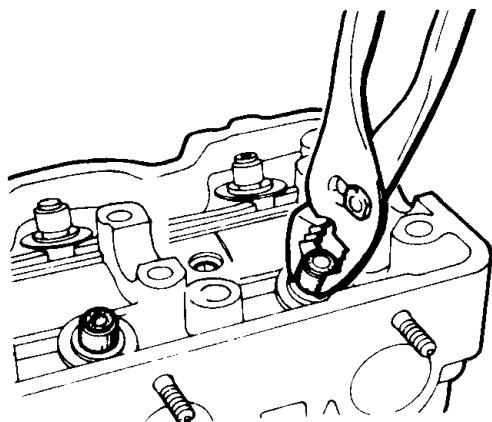

图 2-57 拆卸气门杆密封件
(3) 如图 2-57 所示, 拆卸气门杆密封件时, 用钳子拆卸气门杆密封件。注意不要再使用拆卸的气门杆密封件。